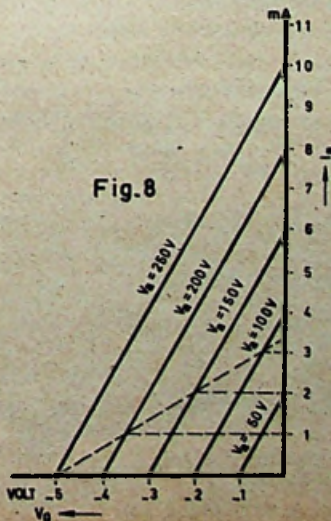
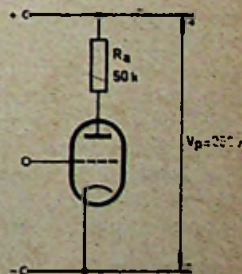

Fig. 8
Fig. 9
② Van een triode zijn de geïdealiseerde statische $I_a - V_g$ karakteristieken getekend in fig. 8. Deze triode wordt opgenomen in een schakeling zoals aangegeven in fig. 9.
a. Construeer in fig. 8 de dynamische I_a — V_g karakteristiek van de triode in deze schakeling